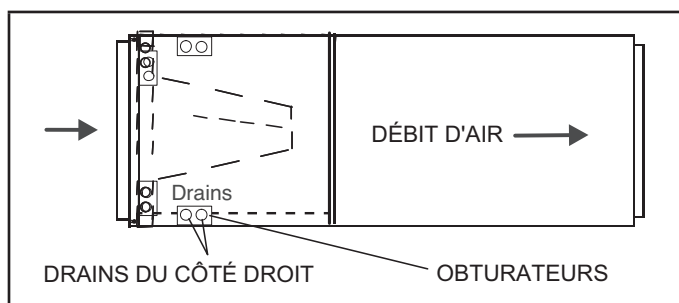

FIGURE 4. Configuration pour refolement du côté droit
- 4 - La configuration horizontale est illustrée à la figure 4.